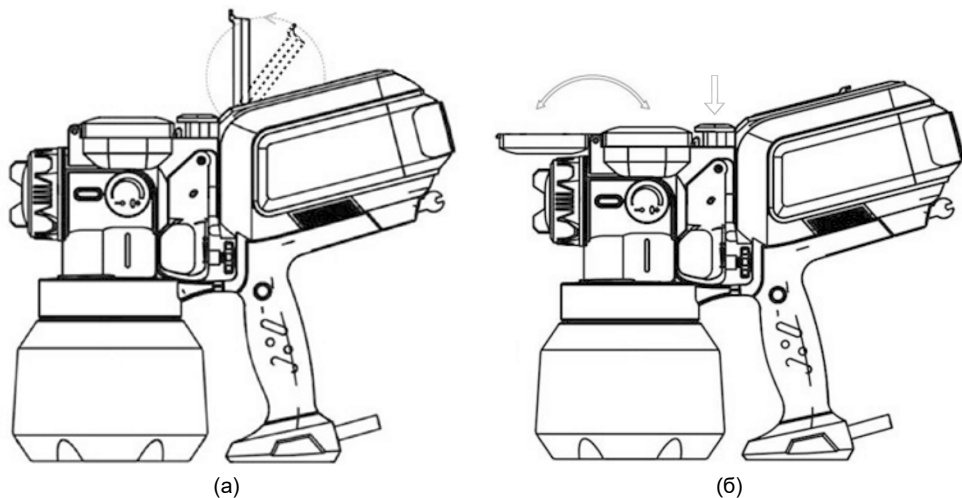

Рисунок 2
4.8 Для огляду пофарбованої поверхні під косим освітленням з метою виявлення дефектних ділянок, переведіть LED-ліхтар (15) у робоче положення (дивіться рисунок 2а) та увімкніть його, за допомогою кнопки, розташованої на задній поверхні поворотної платформи ліхтаря.